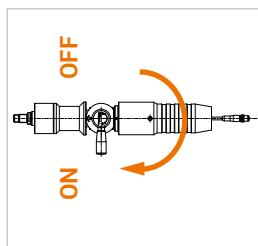

Figure 7
- ▶ Tournez le levier de commande (pos. 3) du nozzle de ravitaillement de 180° en position ON (*Figure 7*).